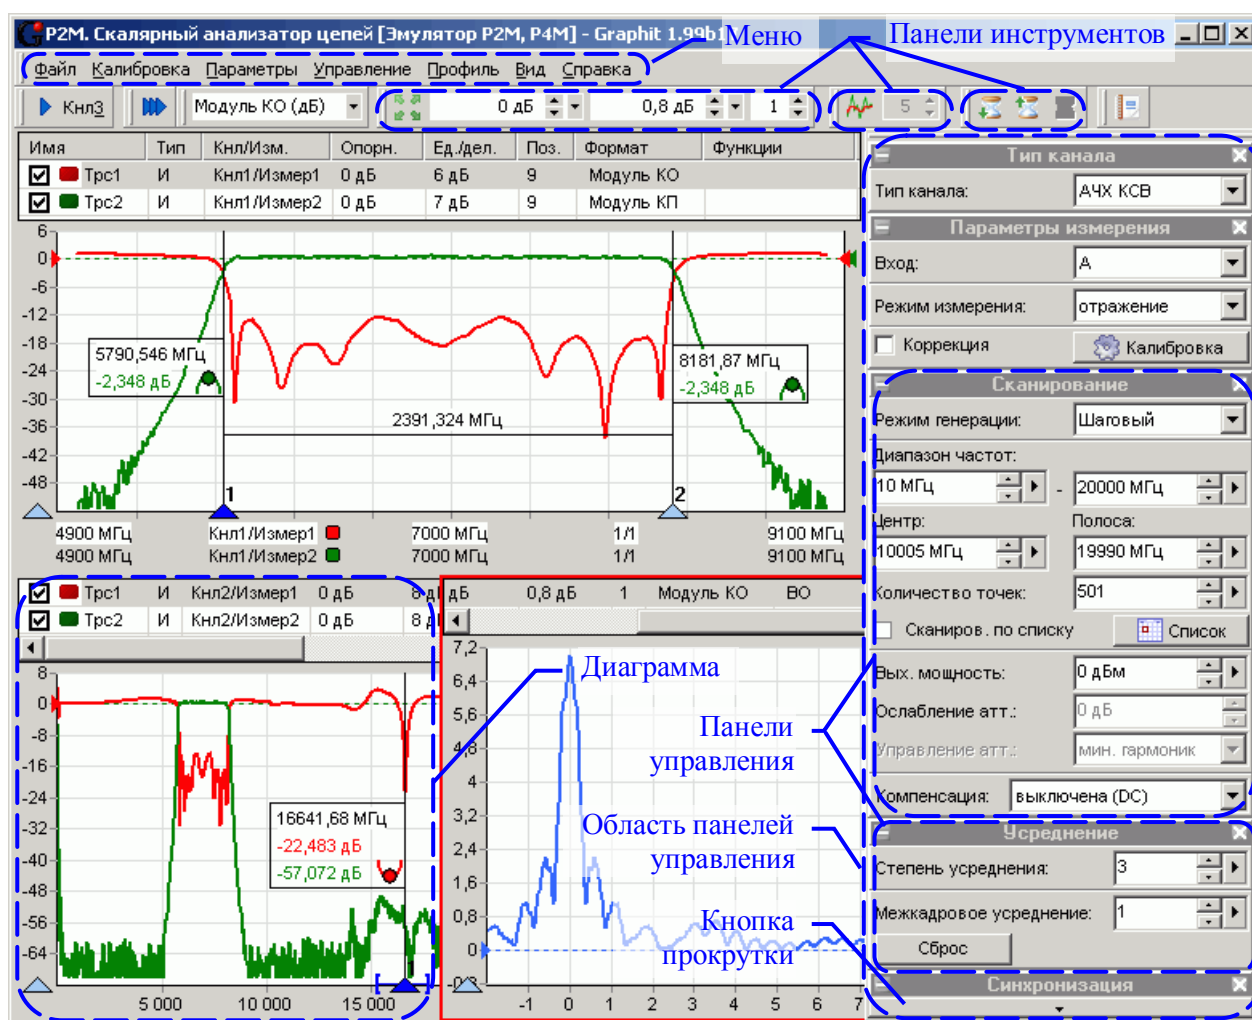

Рисунок 4.4 – Окно ПО
4.2.1 После загрузки схемы в окне ПО отобразятся диаграммы и элементы управления, определённые схемой (рисунок 4.4).